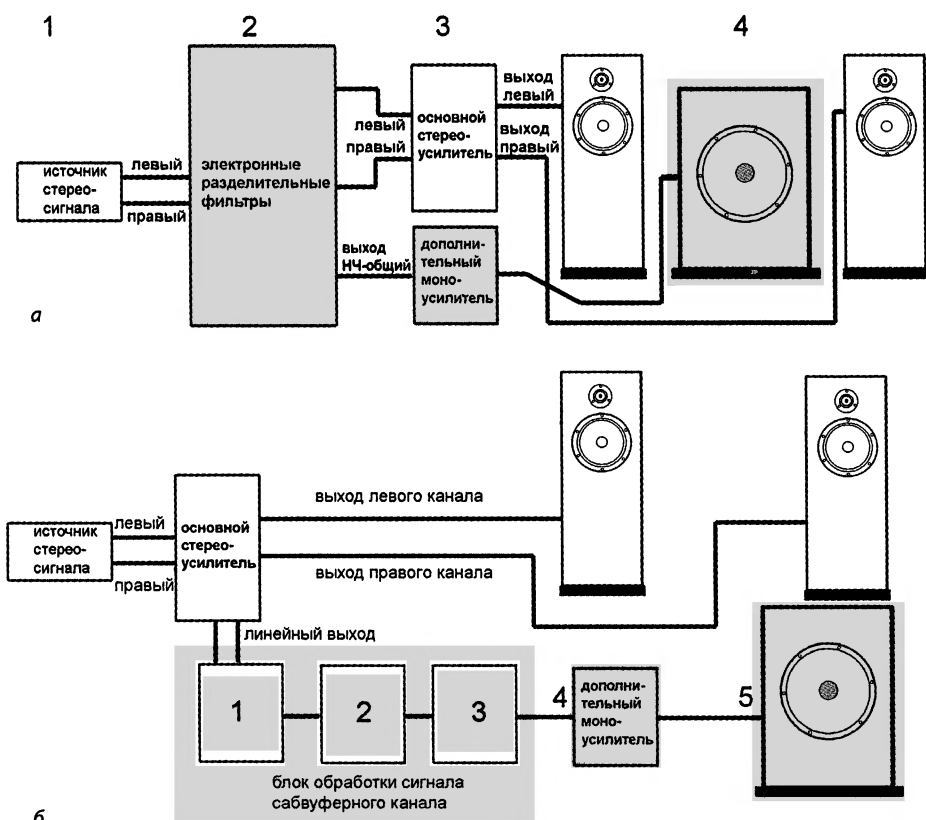

Рис. 8.1. Два варианта трифонической системы:
Принцип работы трифонической системы состоит в следующем. В области самых низких частот длина звуковых волн настолько велика по сравнению с расстоянием между нашими ушами, что положение источника звука в пространстве практически невозможно определить. Поэтому для этой области без ущерба для стереоэффекта применяется общий для обоих стереоканалов низкочастотный излучатель с дополнительным усилителем. Такое подключение можно осуществить двумя способами (рис. 8.1). Дополнительно вносимые элементы выделены серым фоном.
*В первом варианте (рис. 8.1, а) звуковой тракт имеет следующий вид.*
**Во втором варианте** (рис. 8.1, б) прохождение сигнала в исходном стереофоническом тракте от источника до каждой из двух акустических систем *не нарушается*. Полоса воспроизводимых частот расширяется вниз за счет **добавления** НЧ-канала, включающего: